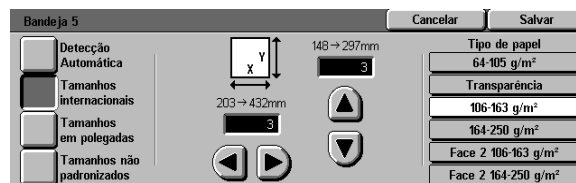

Figura 27: tamanhos não padronizados da Bandeja 5
- Toque em **Tamanhos não padronizados** e insira as dimensões X (largura) e Y (comprimento) utilizando as setas, conforme ilustrado na Figura 27.